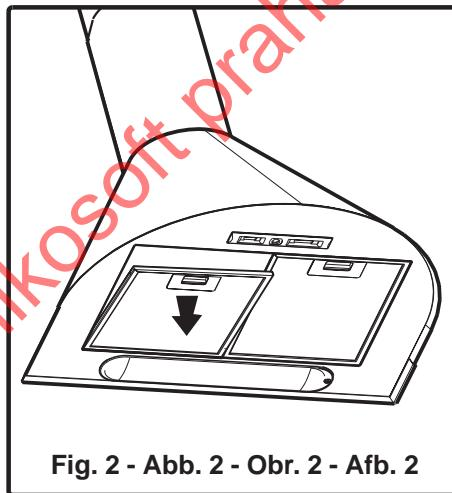

Fig. 2 - Abb. 2 - Obr. 2 - Afb. 2
Para sacar el filtro antigrasa metálico se desmontará utilizando los dos topes, tirando primeramente hacia la parte trasera y extraerlo por debajo (Fig. 2).
- Quitar los filtros metálicos de la grasa (fig.2).